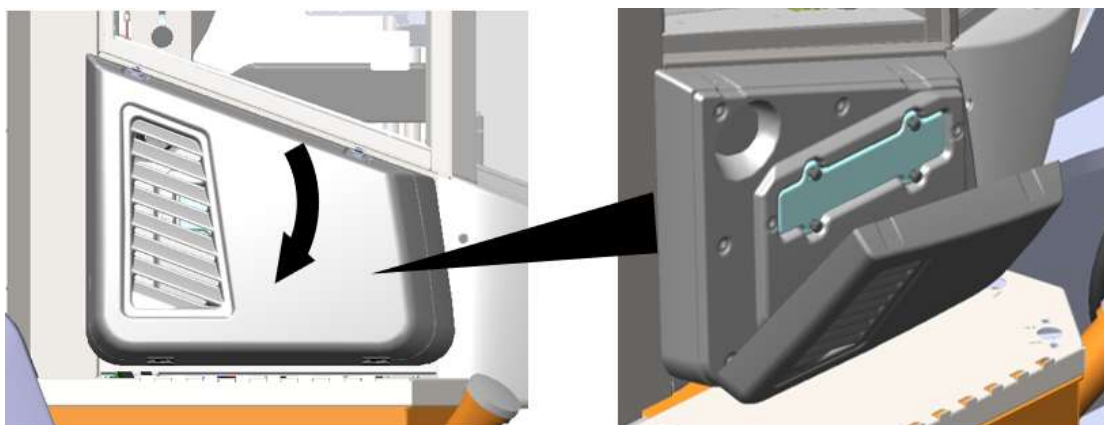

Рисунок 5.71. Очистка или замена воздушного фильтра
- ▶ Открыть дверцу, отсоединив фляжные замки (см. рис. 5.71).